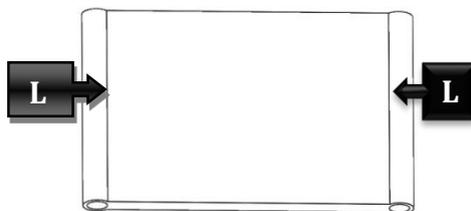

Figura 64
Para substituir o encosto de cabeça linear, extraia o arco conforme descrito no parágrafo 5.5.7 e remova os dois rebites (L) evidenciados na Figura 64. Depois do novo encosto de cabeça ter sido inserido bloqueie-o com dois novos rebites e volte a inserir o arco.